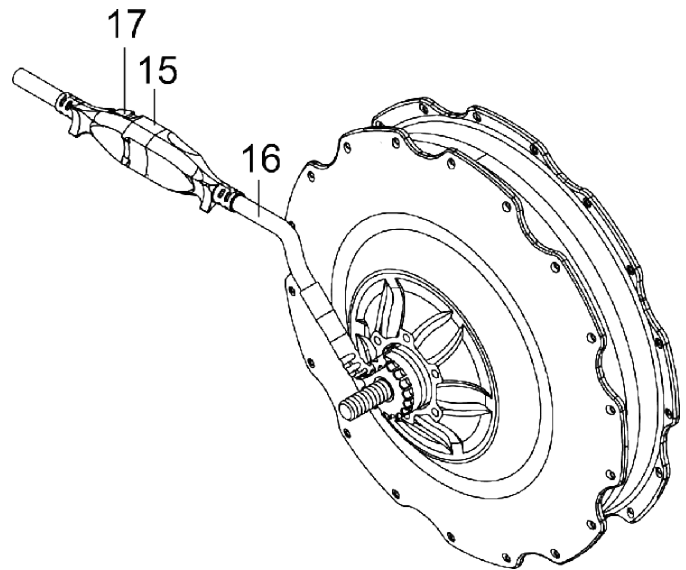
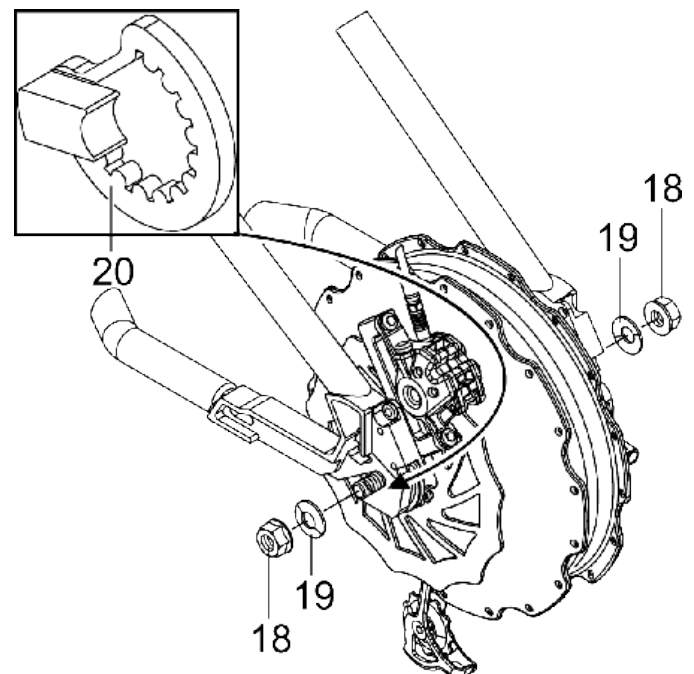

Fig. 11: Kabeltilslutning til hjulnavsmotor
Fig. 14: Fastgørelse på gaffel [2] og momentarm
Før afmontering af drivhjulet skal du notere eller huske kabelføringen samt kabelbindernes fastgørelsespunkter. Løsn og fjern først alle kabelbindere, hvormed kablet [16] fra motoren samt kabler og forsyningsledninger til andre komponenter er fastgjort til cykelstellet. Træk derefter stikket [15] på motorkablet [16] ud af stikket [17] på batterikablet. Løsn de to møtrikker [18] eller den quick release, hvormed hjulet er fastgjort til rammen, så det komplette hjul kan fjernes fra din håndcykels ramme. (Fig. 14)(Fig. 11).
Noter eller marker momentarmens position [20] eller marker den. Når hjulet senere monteres, skal det monteres i nøjagtig samme position som før afmonteringen. (Fig. 14).
- derefter spændes på bremsesiden ( **Fig. 14** )
Monter aldrig motoren uden momentarmen [20]. Dette ville resultere i et totalt tab (vridning af kablet). I dette tilfælde bortfalder alle garanti- og garantikrav. (Fig. 14).